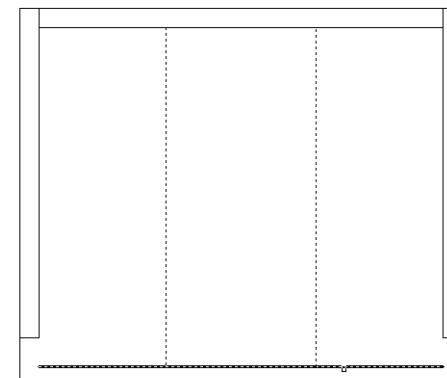

Рис. 2.21 ▶ Выбор правого сегмента нижней линии паза для обрезки
3. Выберите горизонтальную линию, обозначающую нижнюю линию контура паза, поместив указатель не между выбранными секущими ребрами, а слева или справа от них (рис. 2.21).